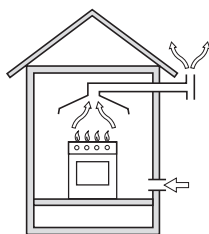

Рис. 1. Прямая вытяжка
- a) Помещение должно иметь вентиляционную систему, достаточную для удаления продуктов сгорания. Это может быть вытяжка или электрический вентилятор, который автоматически включается при работе вытяжки (Рис. 1).